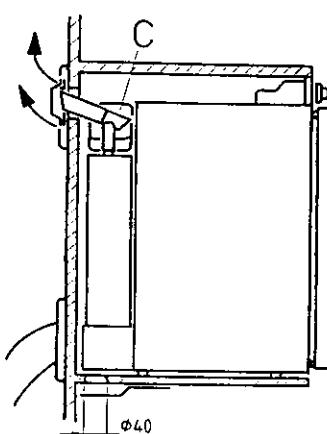
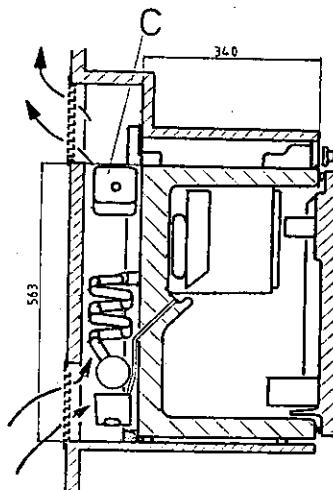

Fig. 9
Fig. 10
L'aerazione del gruppo si svolge tramite due aperture nelle pareti della roulotte, (Fig. 10). L'aria fredda entra per sotto e esce riscaldata per l'apertura superiore.
L'apertura inferiore verrà montata al di sopra del bordo inferiore della nicchia e quella superiore più altissimamente al di sopra del condensatore (C) del gruppo refrigerante, per almeno come dimostrato in fig. 9 o meglio ancora come in fig. 10.
Scarico dei gas de combustione (Alt. I), Fig. 10.
Il passaggio per l'aerazione sul retro della nicchia è delimitato dalla parete della roulotte e dal retro del frigorifero, vedere fig. 10. Il condotto di aerazione deve essere completamente separato dall'interno della roulotte. Né i gas di scarico, né l'aria che passa attraverso le bocche di aerazione nella parete della roulotte devono poter penetrare all'interno della roulotte.
Scarcio dei gas de combustione (Alt. II), Fig. 9.
Quando ce ne sia la possibilità (il refrigeratore è incorporato sotto il piano di lavoro), pu essere una buona soluzione installare una griglia di ventilazione al di sopra del condensatore (C, fig. 9).